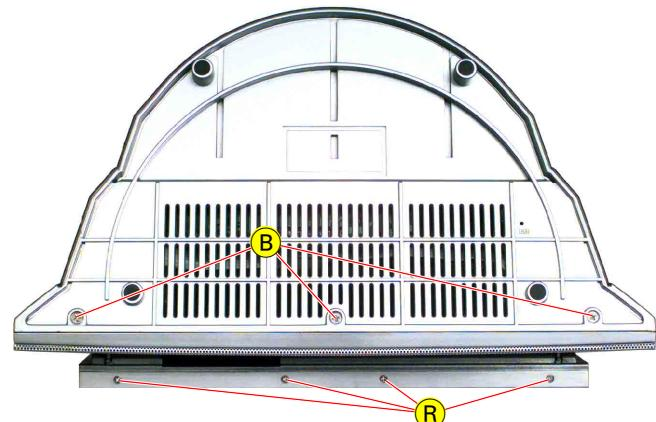

Fig. 2
- 4 Schrauben **(A)** (Fig. 1) und 3 Schrauben **(B)** (Fig. 2) herausdrehen.
- Undo 4 screws **(A)** (Fig. 1) and 3 screws **(B)** (Fig. 2).
- 4 Schrauben (R) (Fig. 2) herausdrehen.
- Undo 4 screws (R) (Fig. 2).